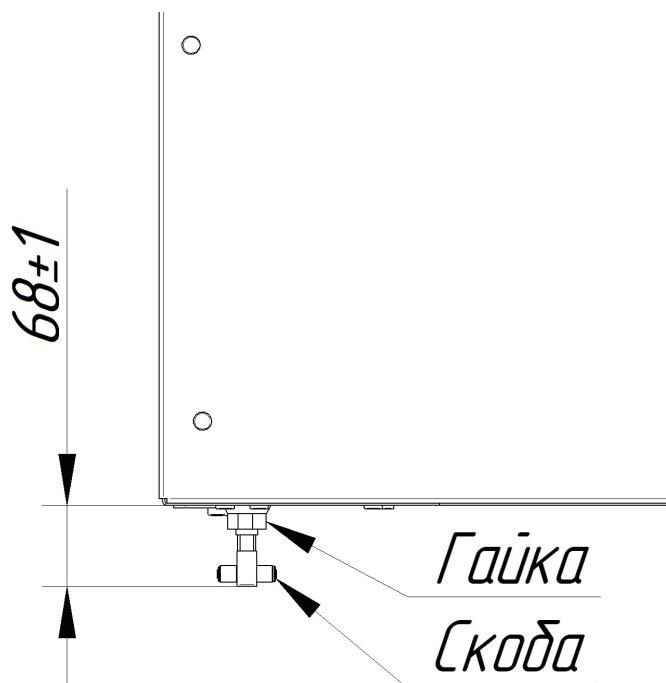

Рис. 18. Регулировка замкового устройства
При неправильной работе уплотнителя (выход пара) печи необходимо отрегулировать положение скобы (см. рис. 18). Для этого требуется выполнить:
2. отрегулировать положение скобы согласно рис. 18;